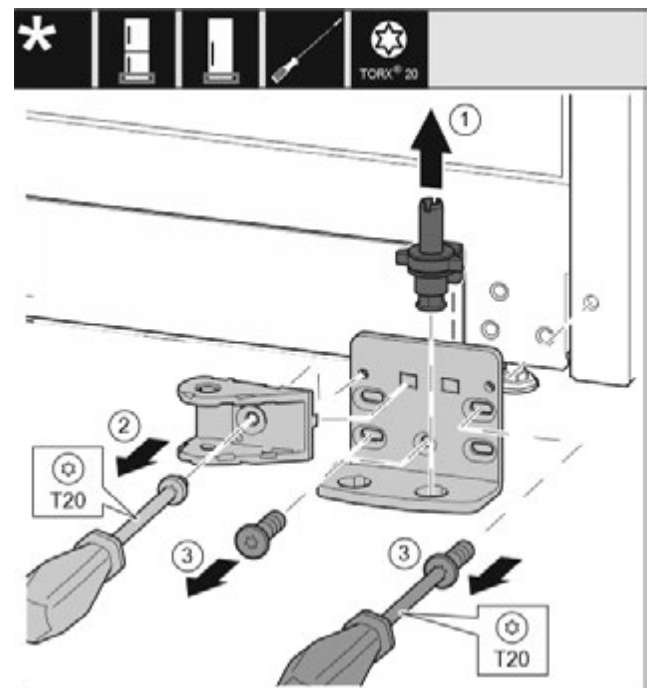

Fig. 27
- ▶ Опорний гвинт цілком витягніть рухом вгору. Fig. 27 (1)
- ▶ Викрутіть гвинт за допомогою викрутки T20 та зніміть з'єднувальний елемент демфера. Fig. 27 (2)
- ▶ Викрутіть гвинти за допомогою викрутки T20 та зніміть опорний кронштейн. *Fig. 27 (3)*